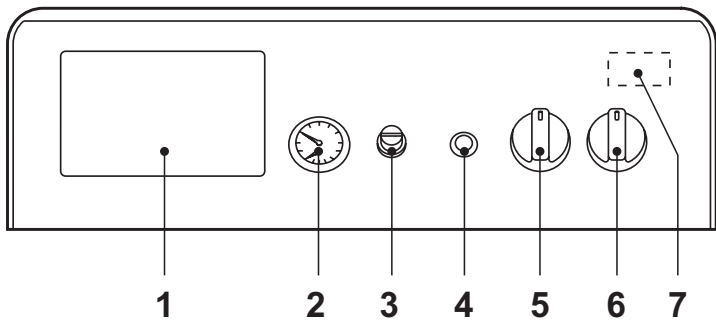
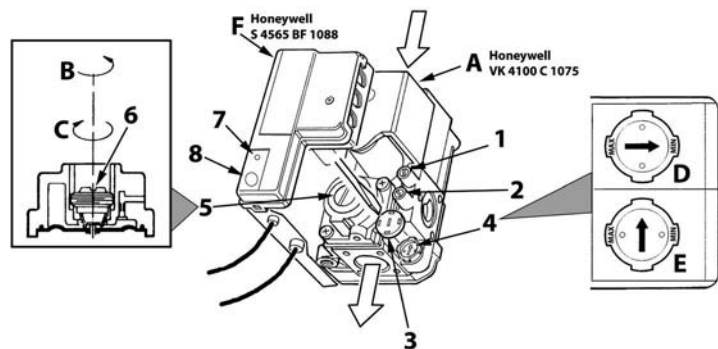

рис. 1 - Панель управления
рис. 4 - Регулирование давления
- Установите главный выключатель "6" в положение 1 (рис. 1).
- Если котел оборудован электронным термостатическим блоком управления, установленным в положении 1 на рис. 1, пользователь должен также соблюдать инструкции, предоставляемые изготовителем данного блока.
Поворнув ручку 5 на рис. 1 по часовой стрелке, температура воды в системе отопления повышается и наоборот. Температуру воды в системе отопления можно регулировать в пределах от 30° до 90°. Однако не рекомендуется эксплуатировать котел при температуре ниже 45°.
Задать с помощью термостата температуру воздуха в помещении нужную температуру внутри помещения. По команде от комнатного термостата котел нагревает воду в системе отопления до температуры, заданной с помощью термостата регулировки котла 5 de рис. 1. При достижении в помещении желаемой температуры котел выключается.
При заполнении холодной системы отопления, давление воды, контролируемое по показаниям установленного на котле водомера поз. 2 на рис. 1, должно составлять примерно 1,0 бар. Если во время работы давление воды в системе упало (из-за испарения растворенных в воде газов) до величины ниже вышеуказанного минимума, пользователь должен открыть кран подачи воды и довести давление до первоначального значения. По окончании операции всегда закрывайте кран подачи воды.
Подключите манометр к штуцеру отбора давления 2 (рис. 4), расположенному после газового клапана, затем переведите ручку термостата котла (поз. 5 - рис. 1) на максимум.
Сняв защитную пробку 5 (рис. 4), регулируйте давление газа с помощью винта 6 на желаемое значение (см. таблицу технических данных и диаграммы изменения мощности, приведенных в сар. 5).
2. Снимите с газового вентиля маленький защитный колпачок 3 (рис. 4). С помощью маленькой отвертки регулируйте "СТУПЕНЬ" розжига на основании выбранного для работы газа (G20-G25 положение D рис. 4 или G30-G31 положение E рис. 4); установите защитный колпачок на место.